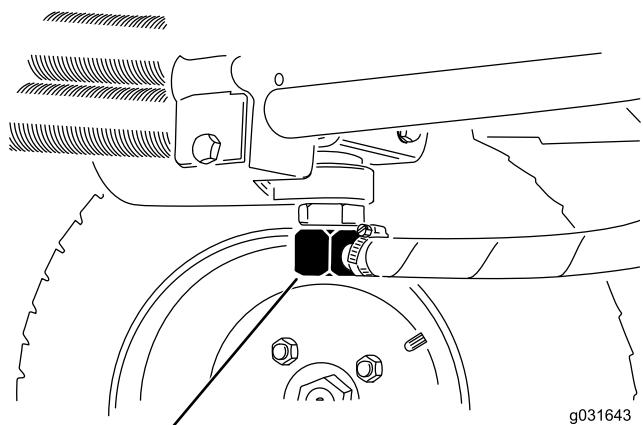
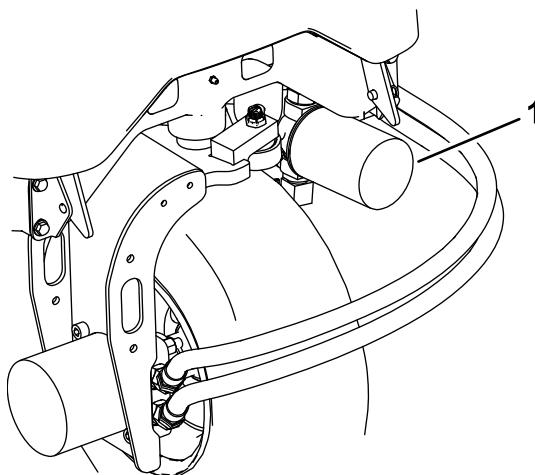

Figura 66
Figura 68
2. Desconecte el tubo hidráulico o retire el filtro hidráulico y deje fluir el aceite hidráulico en un recipiente apropiado (Figura 68 y Figura 66).
3. Vuelva a colocar el tubo cuando el aceite hidráulico se haya drenado (Figura 66).
3. Limpie alrededor de la zona de montaje del filtro, coloque un recipiente debajo del filtro y retire el filtro (Figura 68).